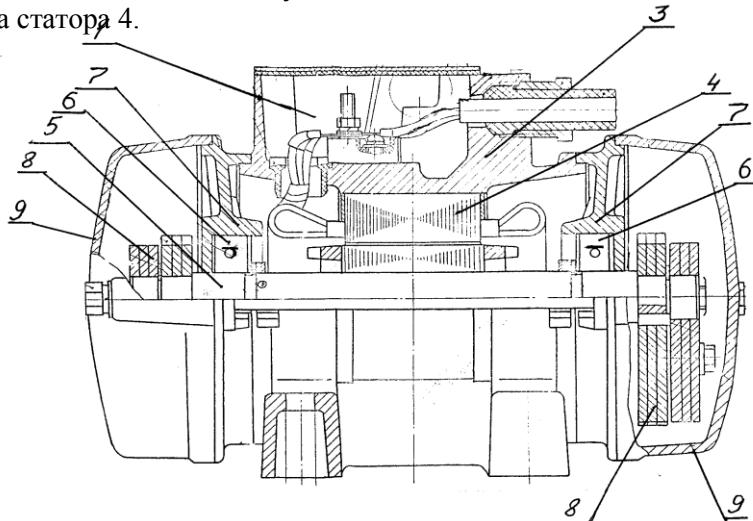

Рис. 2 Устройство вибраторов
- 4.2. Вибратор (рис. 2) представляет собой электродвигатель с установленными на концах вала ротора дебалансами. Дебалансы, вращаясь с валом ротора, создают центробежную (вынуждающую) силу.